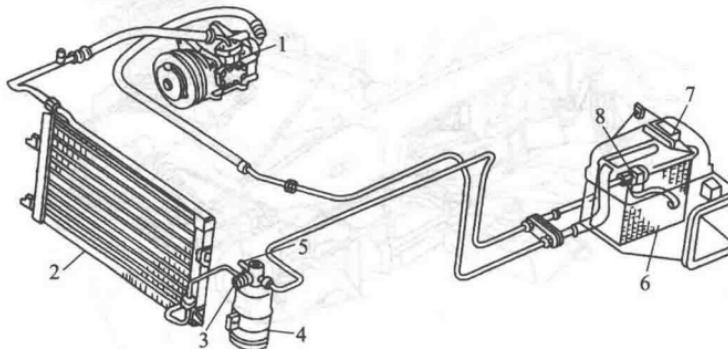

图 1-3 汽车空调制冷装置
(1) 如图 1-3 所示为汽车空调制冷装置，它由压缩机、冷凝器、储液干燥器、低压开关、高压阀、蒸发器、温控开关及膨胀阀等组成，是把车内的热量传递给车外环境的装置。